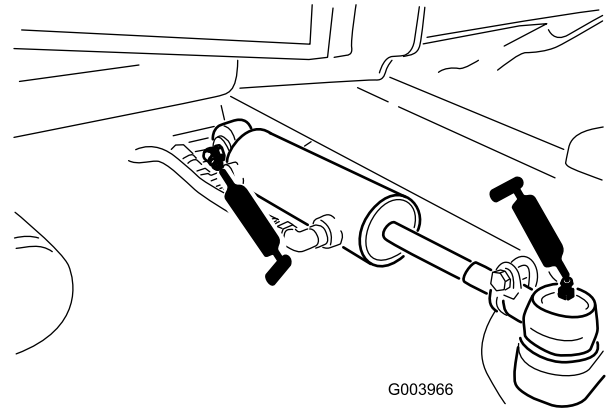

図 58
- ・ ステアリング・シリンダのボール・ジョイント (2ヶ所) (図 58)